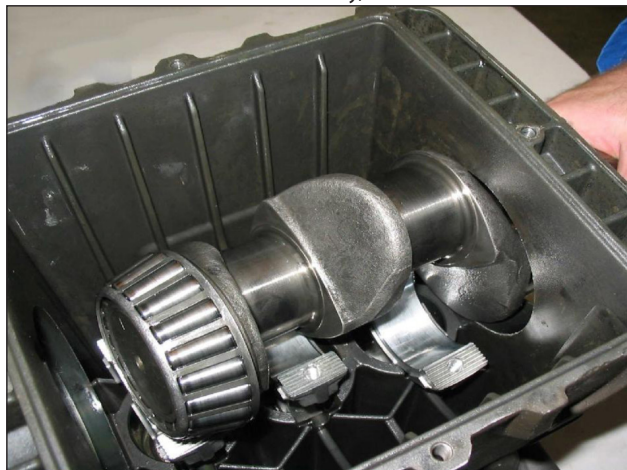

Рис. 4
- Проталкивайте вперед направляющие поршня с соответствующими шатунами для облегчения извлечения вала насоса сбоку, как показано на Рис. 4.